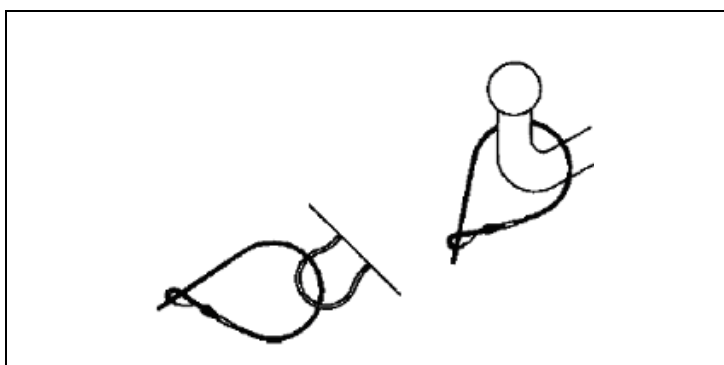

Figura 31: Cabo de desengate
5. Fixar o cabo de desengate ao ponto de ligação situado sobre a placa de atrelagem (*ver Figura 31: Cabo de desengate*) e ligar a ficha do cabo eléctrico que comanda a iluminação dos faróis, dos pisca-piscas, etc. na tomada do veículo tractor.
5. Fixar o cabo de desengate ao ponto de ligação situado sobre a placa de atrelagem (ver Figura 31: Cabo de desengate) e ligar a ficha do cabo eléctrico que comanda a iluminação dos faróis, dos pisca-piscas, etc. na tomada do veículo tractor.